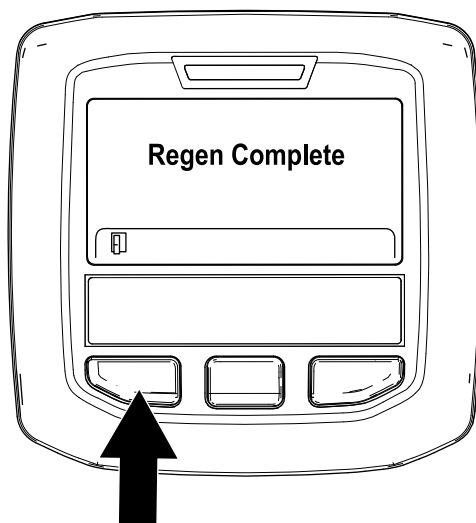

Figura 50
- A regeneração em estacionamento está concluída quando a mensagem “Regen Complete” (Regen. completa) surge no InfoCenter. Prima o botão esquerdo para sair para o ecrã inicial (Figura 50).